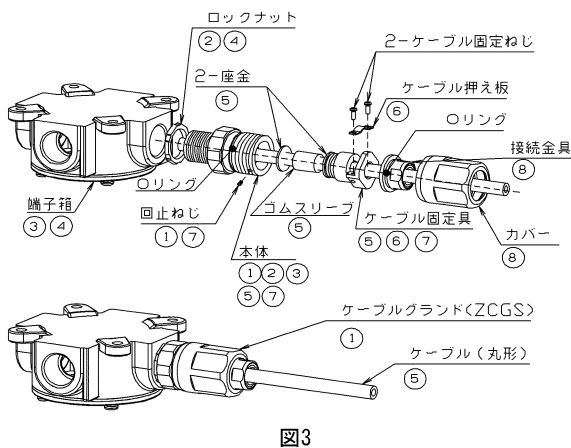

図3
## ■ケーブルグラッドの取付け (図3)
- ① ケーブルグラッドを図3のように分離し、ケーブルをケーブルグラッドに「カバー、接続金具、ケーブル固定具、座金、ゴムスリーブ、座金、本体、ロックナット」の順に通してください。